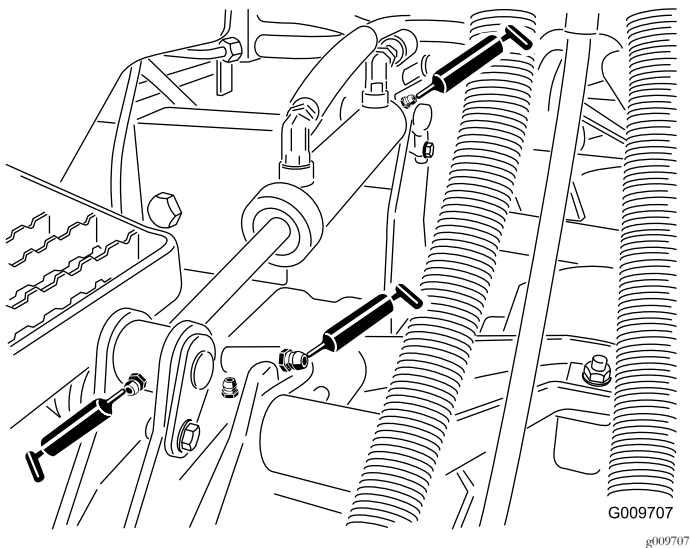

图35
- 提升臂轴套每个刀盘 1 个如图35 所示
- 提升油缸轴套每个刀盘 2 个如图35 所示